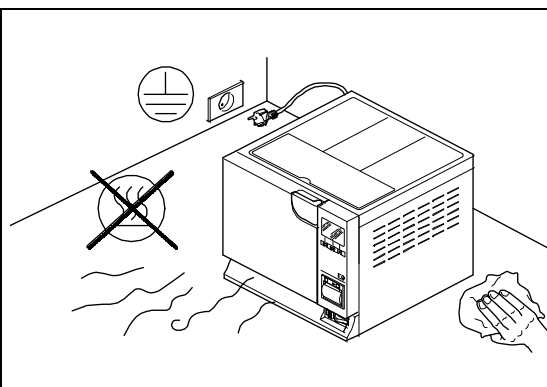

Fig. 4.1-4
- Non installare l'apparecchio in luoghi con scarsa ventilazione (Fig. 4.1-4).
- Non posizionare l'apparecchio vicino a fonti di calore (Fig. 4.1-4).